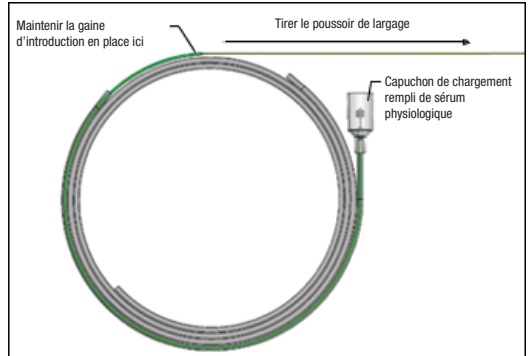

Figure 5 – Tirer le pousoir de largage dans la direction proximale pour rétracter l'implant
- En maintenant la gaine d'introduction verte d'une main, saisir le pousoir de largage et tirer doucement dans le sens proximal pour commencer à rétracter l'implant. Voir la Figure 5.